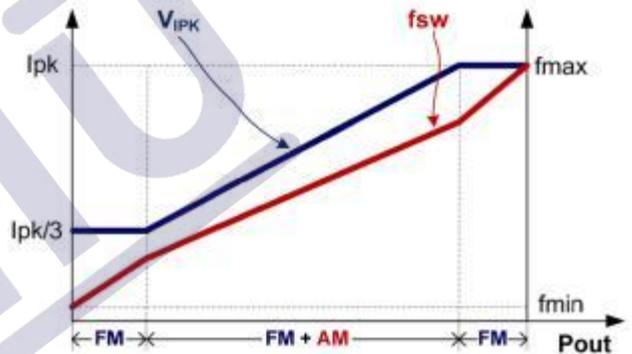

图 1
为满足系统平均效率和空载待机方面的严格要求，U3209A采用了调幅控制 (AM) 和调频控制 (FM) 相结合的工作模式，如图 1 所示。